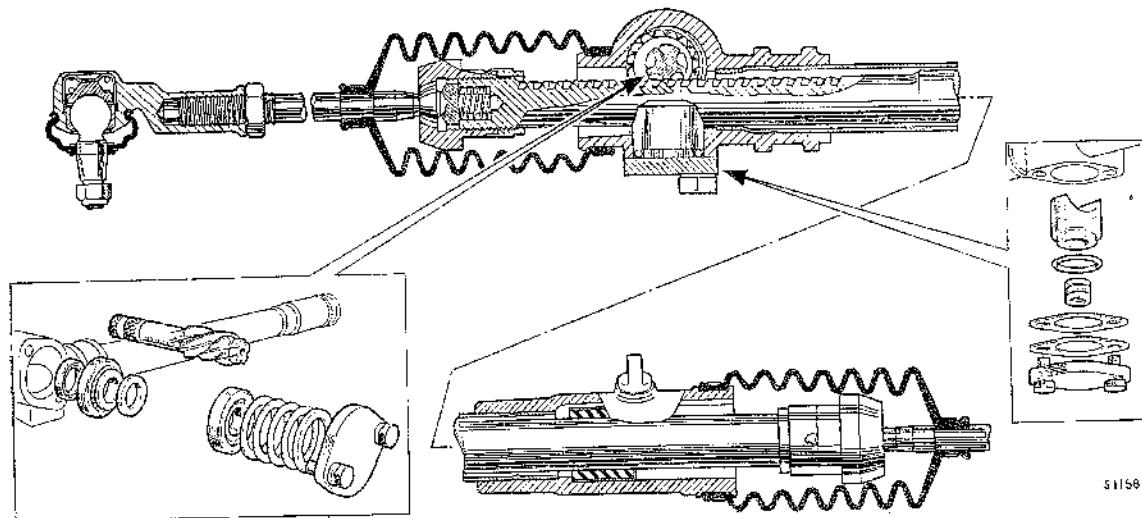

Fig. J.3
- (29) Ajuste del piñón (modelos Mk.II)
Montar el piñón y los cojinetes como indica la Fig. J.3. Añadir suficientes suplementos junto con la arandela espaciadora para proporcionar una separación de 0,25 mm. (0,010") entre caja y tapa. Poner la tapa y apretarla ligeramente. Medir la holgura con una galga en (A) y reducir los suplementos según la medida tamada, menos 0,05 a 0,13 mm. (0,002 a 0,005") para proporcionar el precargado requerido.
- (30) Referirse al punto (22). Arroscar el anillo de bloqueo del alojamiento de la rótula en el extremo de la cremallera tanto como pueda avanzar y re-